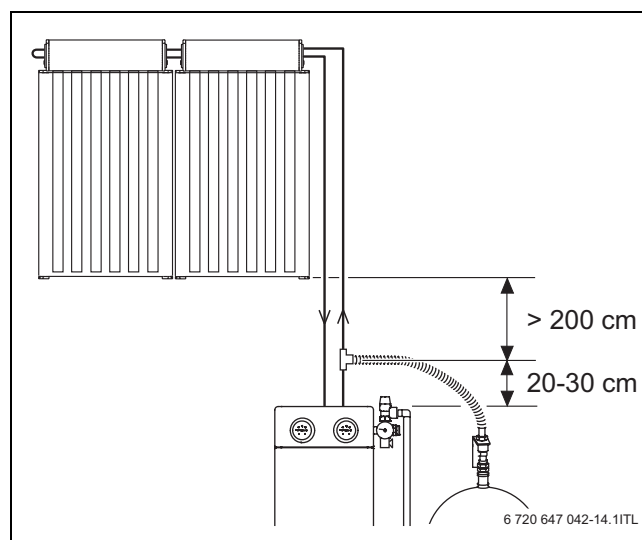

Fig. 3 Distancias mínimas
- Montar el vaso de expansión (SAG) con una pieza en T 20-30 cm por encima del módulo solar en retorno (→ fig. 3).
- La distancia entre módulo solar (conexión SAG) y borde inferior campo del colector debe ser de al menos 2 m (→ fig. 3).